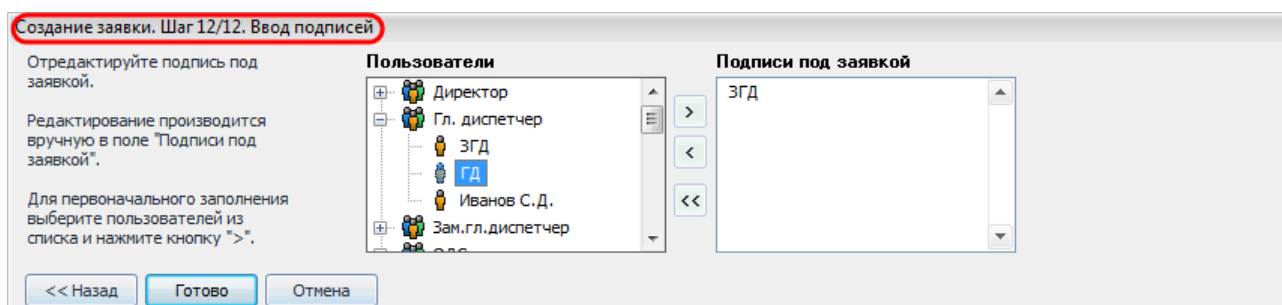

Рисунок 10.38 – Ввод подписи
- **«Шаг 12/12. Ввод подписей».** На данном шаге необходимо ввести подпись пользователя, подающего заявку (Рисунок 10.38). Пользователя можно выбрать из списка пользователей данного предприятия, либо ввести вручную (в случае создания заявки за «чужое» предприятие). Список формируется из пользователей, обладающих правом «Право последней подписи» или правом «Право подписи за службу».